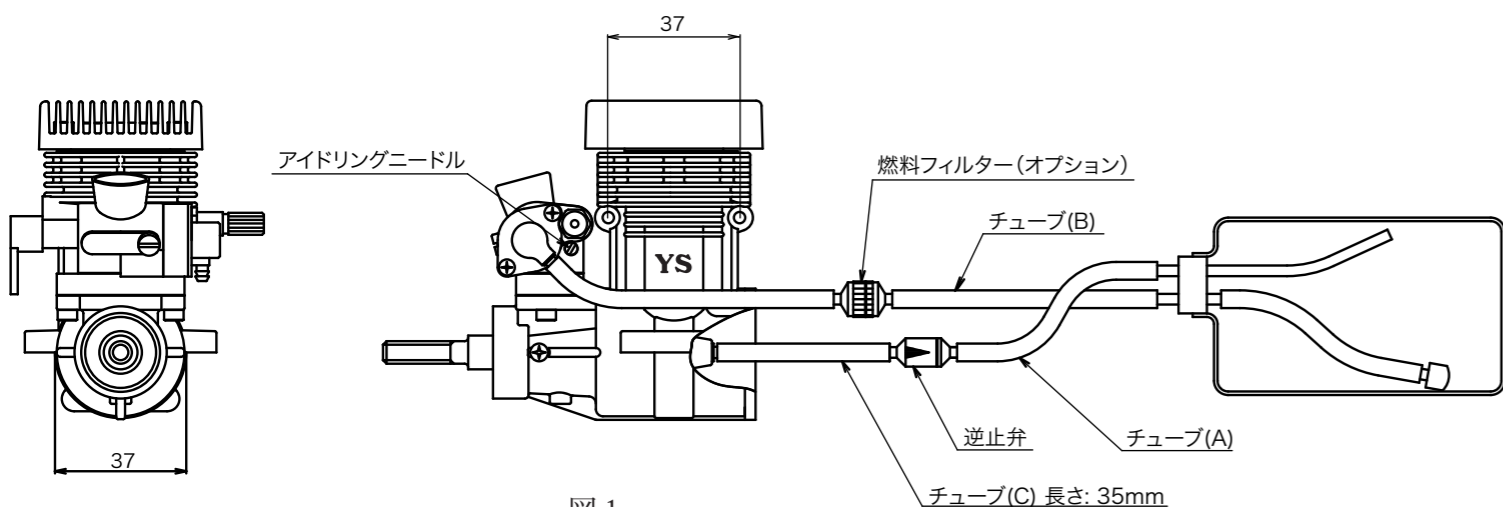

図 1
1. タンクへの接続を図 1 のように行います。逆止弁の向きに注意して下さい。タンクには高圧がかかりますので口金はよく締めパイプの差込みを固くし圧漏れ屈曲のないように注意して下さい。
3. チューブ (C) の長さを必ず 35mm に設定する。